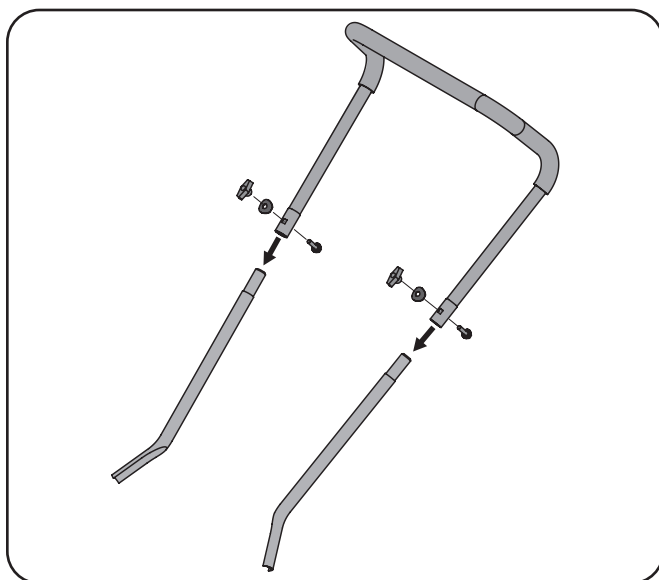

Figure 3-1
1. Attachez le guidon supérieur sur le guidon inférieur avec deux boulons ordinaires, deux rondelles en forme de selle et deux boutons à oreilles. Voir la Fig. 3-1.